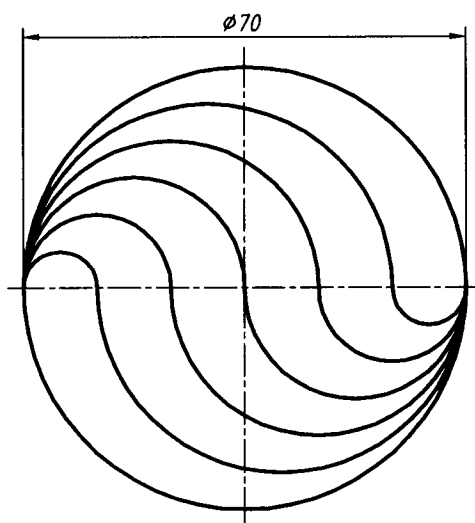

图 1-5
2. 绘制图 1-5 所示的平面图形 (不标注尺寸), 设置绘图界限为 120×100 。